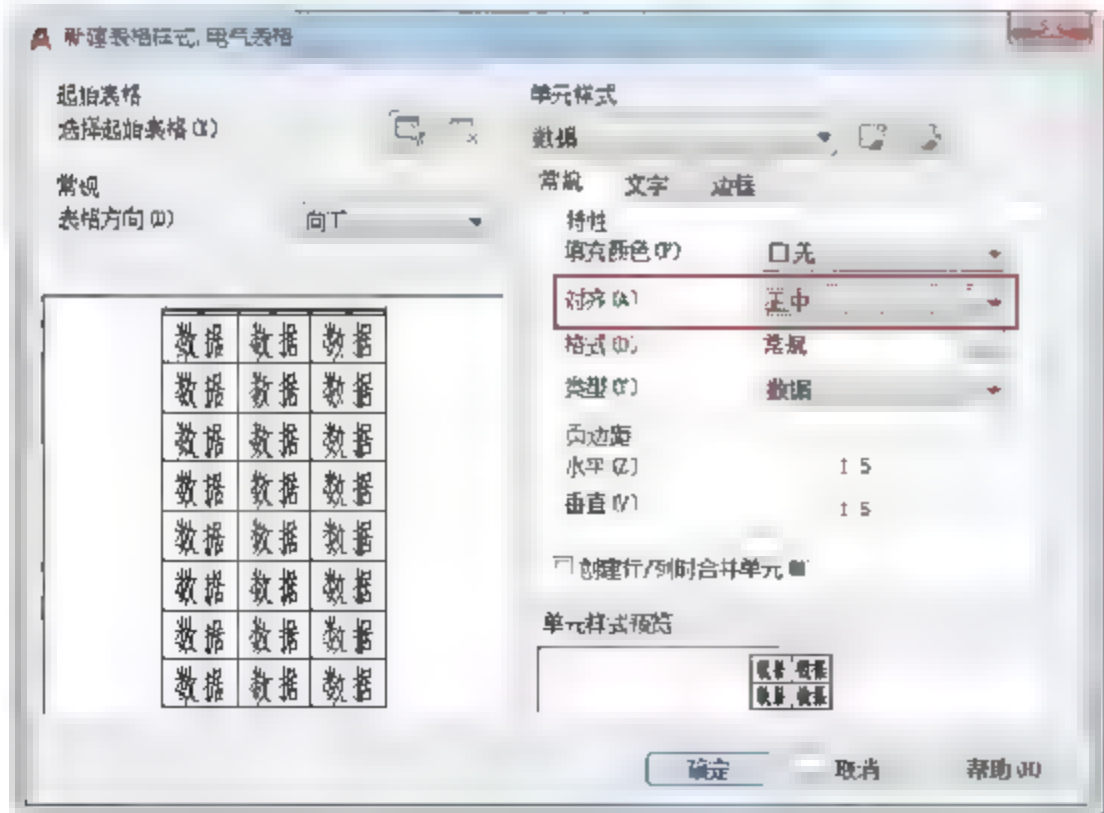

图10-54 【常规】选项卡
**04** 单击【继续】按钮，弹出【新建表格样式:电气表格】对话框。选择【常规】选项卡，设置【对齐】为【正中】，如图10-54所示。